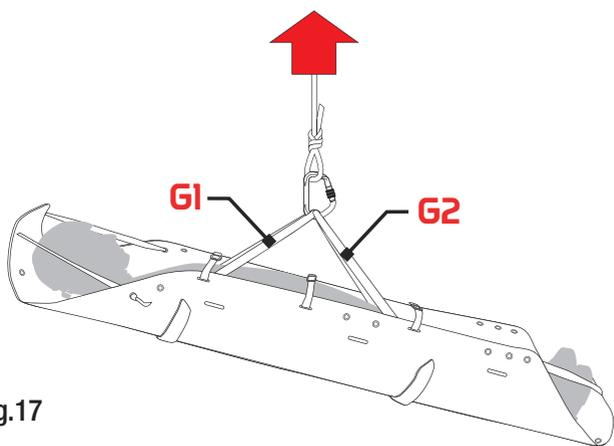

Fig.17
- **Sollevamento e calata con dispositivi di salvataggio (fig. 17)**
- **Sollevamento e calata con elicotteri (fig. 17)**